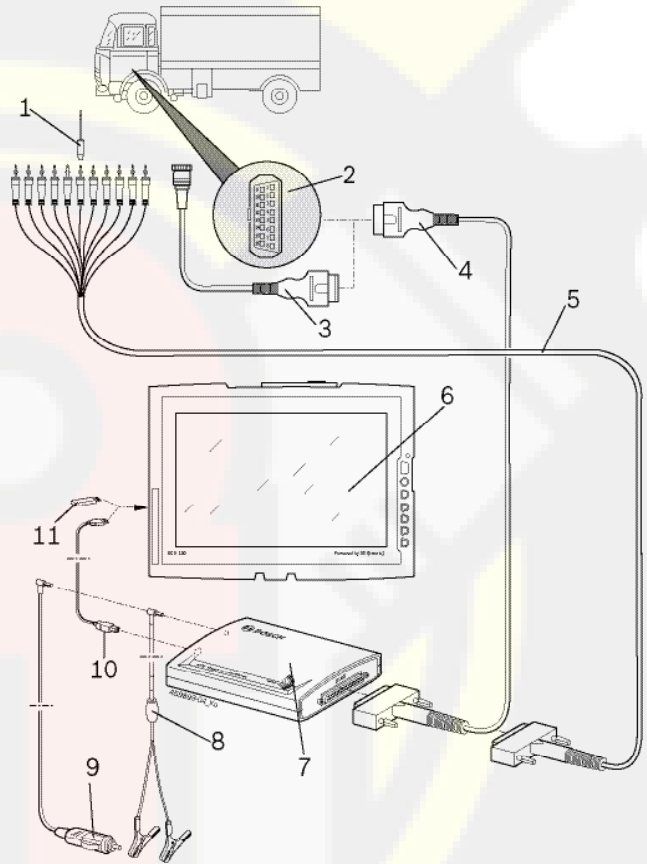

Fig. 3: KTS Truck схема соединений
- OBD диагностический кабель (Рис. 3, Поз. 4)
- OBD диагностический кабель вместе с адаптерным кабелем, предназначенным для данного транспортного средства (Рис. 3, Поз. 3) (специальный аксессуар)
- Универсальный переходной кабель (Рис. 3, Поз. 5)